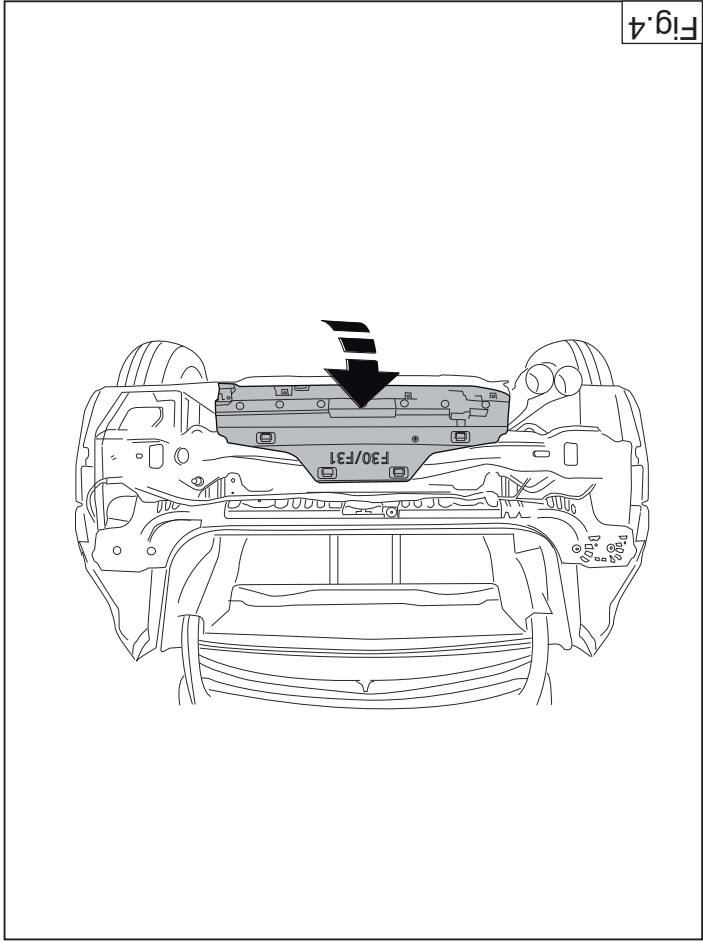

Fig. 4
9. See figure 4.
8. Montieren Sie die Kunststoffkappe am Querträger der Anhängerkupplung an den Punkten B. Siehe Abbildung 4.